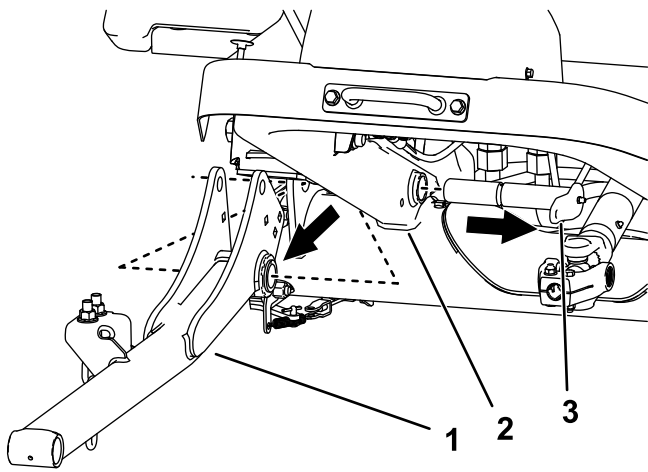

図 5
- E. 昇降アームと大きいピンをマシンのフレームから外す **図5**。